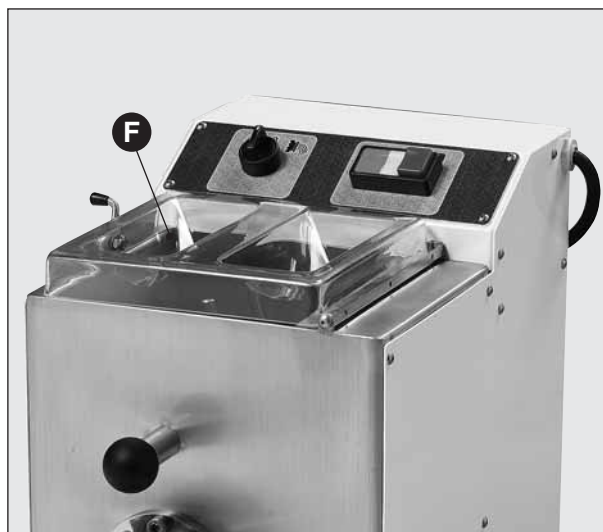

Fig. 12
N.B.: Tout actionnement est commandé volontairement par l'intermédiaire du bouton-poussoir de démarrage, quand le capot de protection de la cuve est renfermé (Fig. 12 F).